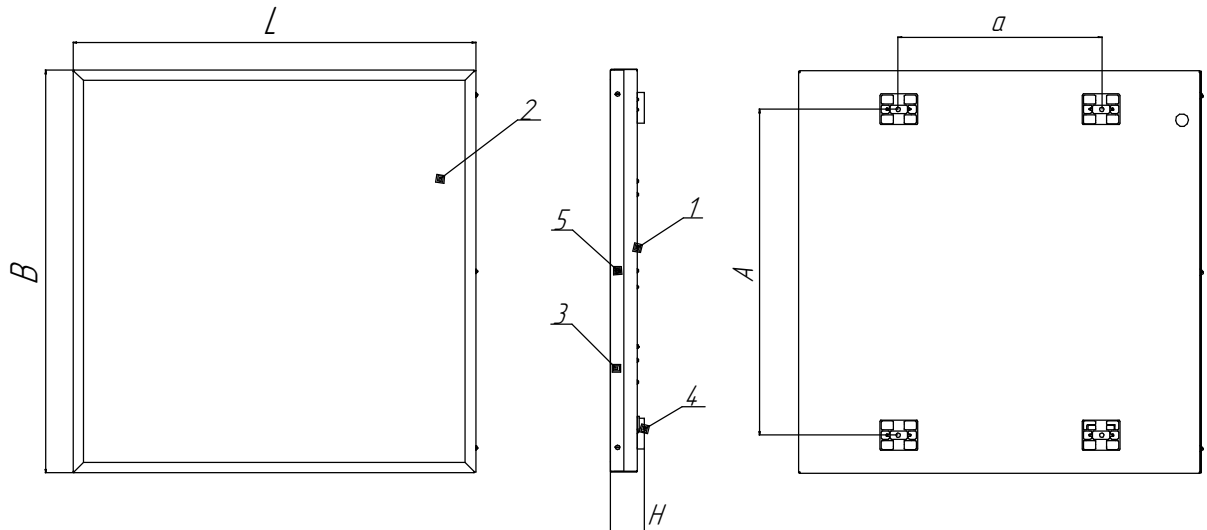

Рисунок 3 - Общий вид светильника серии ДВО/ДПО12 Есо.
5.5 Снимите боковую планку поз.3, отвернув удерживающие ее винты поз.5 (см. рисунок 3).